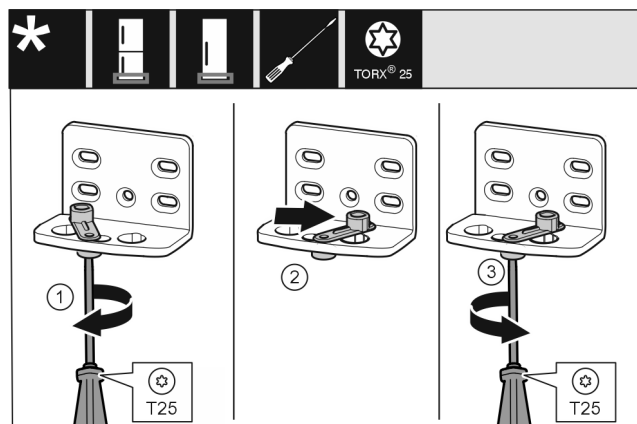

Fig. 44 *
- Šroubovákem volně přišroubujte šroub Fig. 44 (1).*
- Zvedněte pomůcku zavírání dveří Fig. 44 (2) a v otvoru ji otočte o 90° doprava.*
- Šroubovákem šroub Fig. 44 (3) pevně utáhněte.*